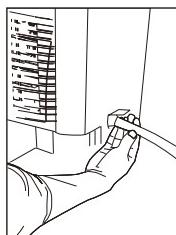

Fig.10a
- Introduisez l'extrémité femelle filetée du tuyau d'eau dans l'ouverture. (fig. 10a)